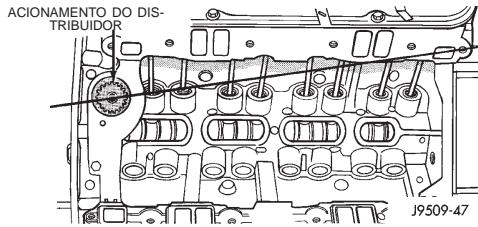

Fig. 47 Posição da Fenda do Eixo da Bomba de Óleo distribuidor afetará apenas a sincronização do combustível.
(1) Gire o eixo de manivelas até que o cilindro N°1 esteja no ponto morto superior no curso da ignição.
(2) Quando nesta posição, a marca de regulagem do abafador de vibração deve estar sob "0" no indicador de regulagem.
(3) Instale o eixo para que após a engrenagem se espiralar no lugar, ela indexe com o eixo da bomba de óleo. A fenda na parte superior do eixo da bomba de óleo deve ser alinhada em direção ao orifício do parafuso de fixação do coletor de admissão dianteiro esquerdo (Fig. 47).
(4) Instale o distribuidor, consulte o Grupo 8D, "Sistema de Ignição" para obter o procedimento adequado.